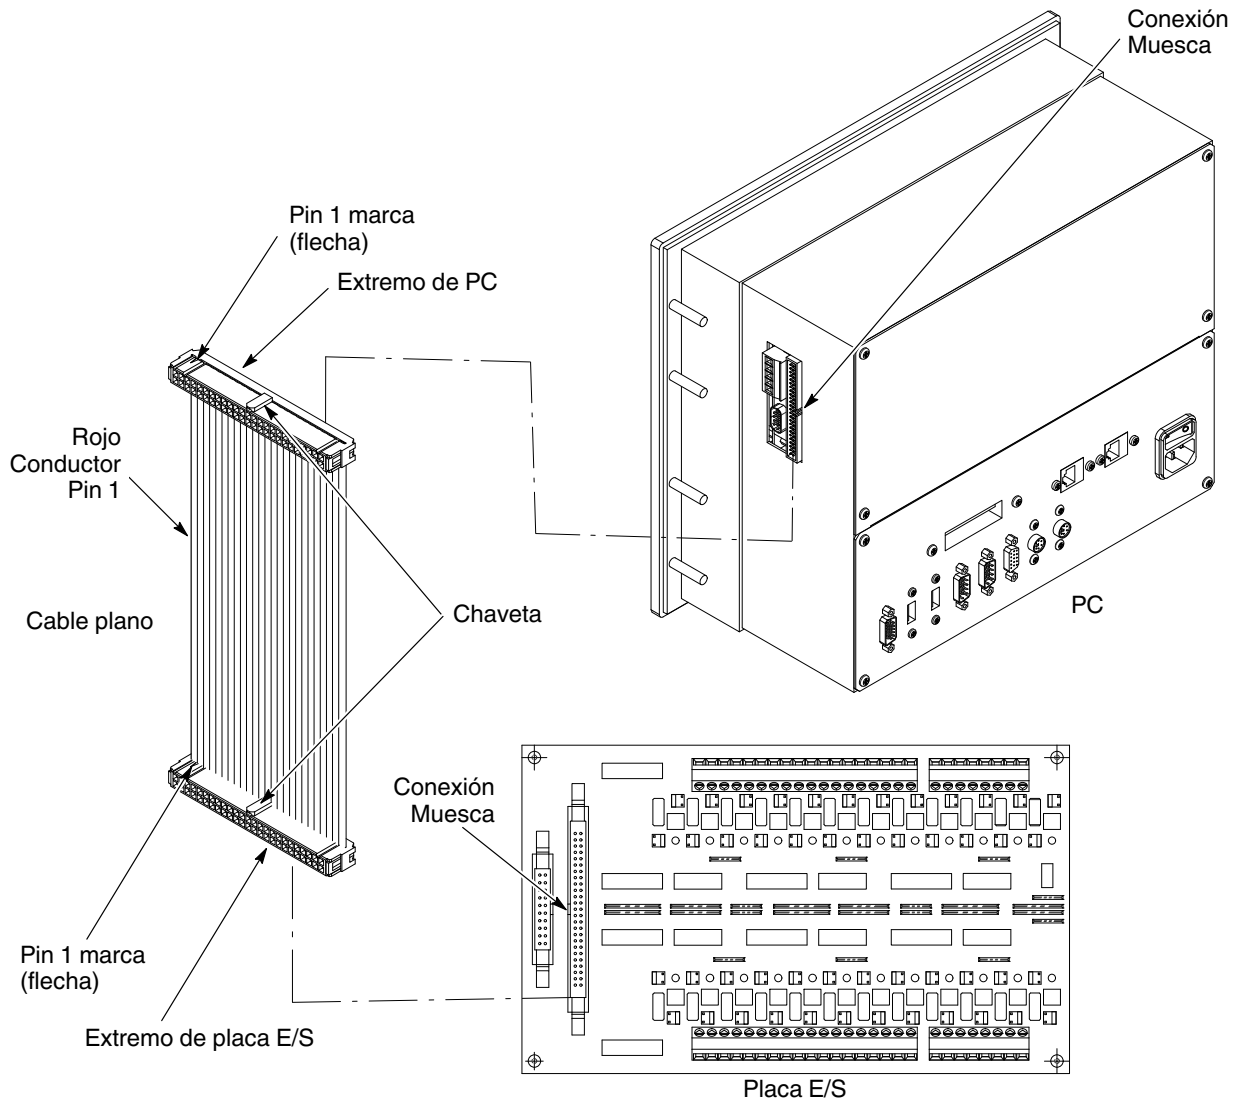

Figura 5-4 Conexiones del cable plano de la placa E/S del ordenador
3. Ver la figura 5-4. Se proporciona un cable plano nuevo junto con el PC. Utilizarlo para conectar el PC al módulo de entrada digital.